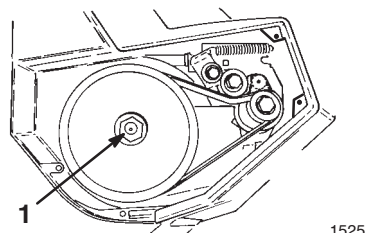

Figure 14
3. Bloquez l'écrou hex. avec une clé de 7/8 pouce pendant que vous dévissez l'arbre de rotor (Fig. 14).